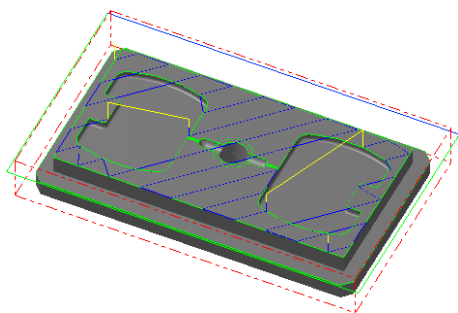

图 20.58 刀具路径
(1) 设置曲面参数。在“曲面精加工平行铣削”对话框中单击选项卡，所有参数接受系统默认设置值。
(2) 设置精加工平行铣削参数。在“曲面精加工平行铣削”对话框中单击选项卡。在文本框中输入值 10，其他参数接受系统默认设置值。
Step5. 单击“曲面精加工平行铣削”对话框中的按钮，同时在图形区生成图 20.58 所示的刀具路径。